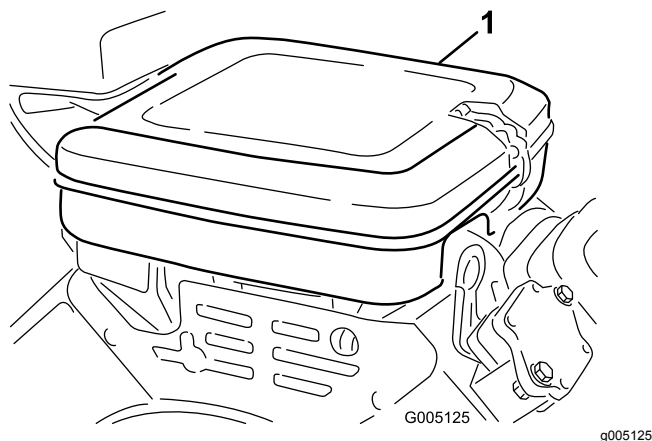

Figura 25
1. Limpe bem a cobertura (Figura 25).